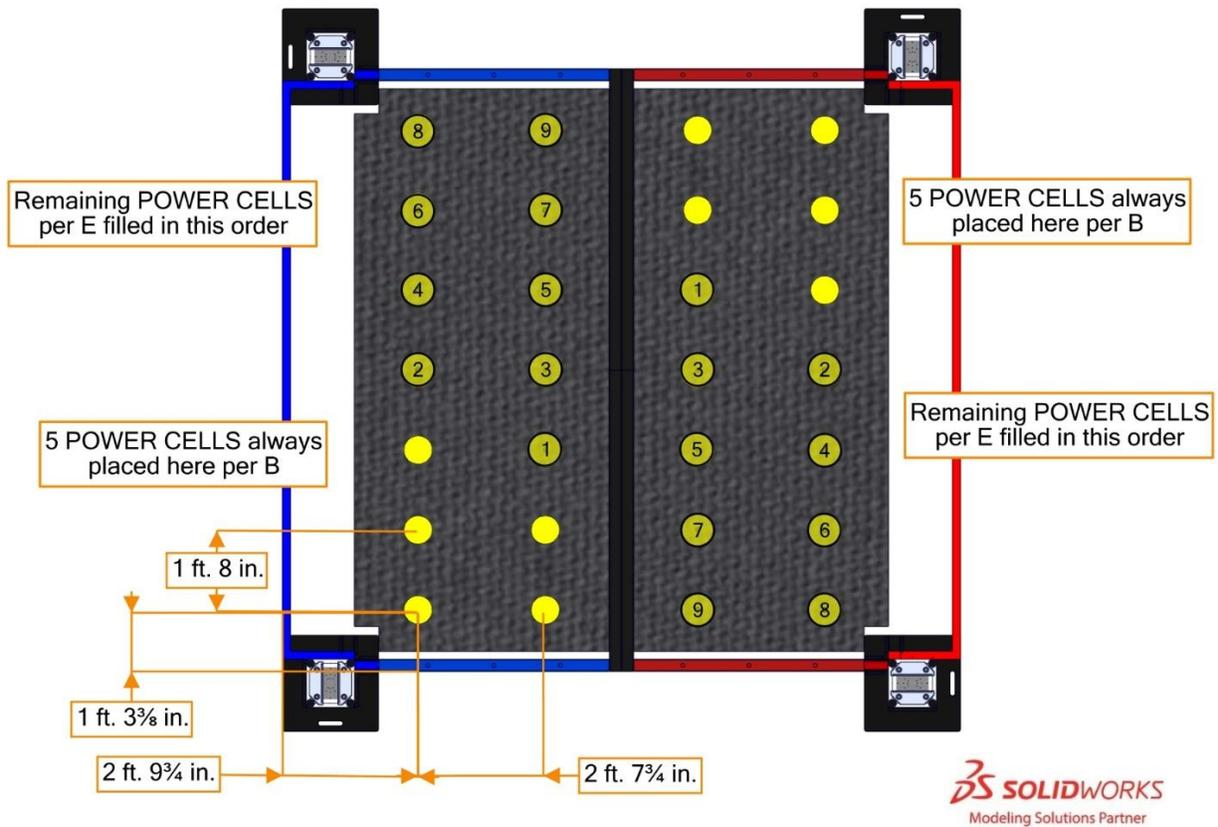

Figura 4-2: Preparación de las CELDAS DE ENERGÍA dentro del PUNTO DE ENCUENTRO
- A. cinco (5) CELDAS DE ENERGÍA en cada una de las dos (2) ZONAS DE TRINCHERA
- i. dos (2) CELDAS DE ENERGÍA se colocan en cada una de las placas base de las TRINCHERAS, alejadas del centro del CAMPO.
- ii. tres (3) CELDAS DE ENERGÍA se centran en lo ancho de cada ZONA DE TRINCHERA, espaciadas a intervalos de 3 ft. (~91 cm). Se utilizan pequeños anillos para mantenerlas en su lugar antes del comienzo de un PARTIDO. Los anillos son de tipo O-rings tienen un grosor de 1/8 in. (~3 mm) y un diámetro de 1 3/4 in. (~4 cm) (McMaster Item#: 9452K63). Los anillos se sujetan a la alfombra con cinta adhesiva.
- B. cinco (5) CELDAS DE ENERGÍA se colocan sobre la protección del suelo dentro de cada uno de los PUNTOS DE ENCUENTRO de la ALIANZA como se muestra en la Figura 4-2.
- C. (5) CELDAS DE ENERGÍA se colocan sobre las rejillas de cada una de las BAHÍAS DE CARGA de la ESTACIÓN DE LA ALIANZA.
- D. cada uno de los tres (3) equipos puede precargar hasta tres (3) CELDAS DE ENERGÍA en su ROBOT, de forma que se mantengan entera y exclusivamente apoyadas por ese ROBOT, y
- E. el resto de las CELDAS DE ENERGÍA (cero (0) a nueve (9) por ALIANZA, dependiendo de las decisiones tomadas en el punto D) anterior), dentro del PUNTO DE ENCUENTRO de la ALIANZA como se muestra en la Figura 4-2.